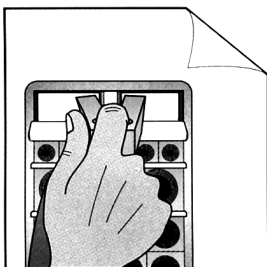
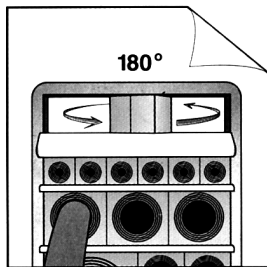

Рис.5
Рис.6
13. Разведя края среднего вкладыша, ввести его в окно рамы и одеть на винт прижима, затем повернуть его вокруг винта на 180°, чтобы прорезь была обращена к монтажнику. (Рис.5, Рис.6).